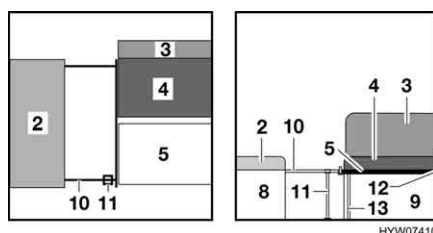

Fig. 103 Durante la trasformazione
- Estrarre il puntello (Fig. 103,11) dal supporto del divano.
- Estrarre la prolunga del cassone letto (Fig. 103,10) del divano fino all'arresto.
- Posizionare il puntello (Fig. 103,11), posizionato sul lato dove la prolunga del cassone letto non poggia sui sedili centrali, sotto la prolunga del cassone letto.
- Riposizionare il cuscino del divano (Fig. 103,2) sul divano.